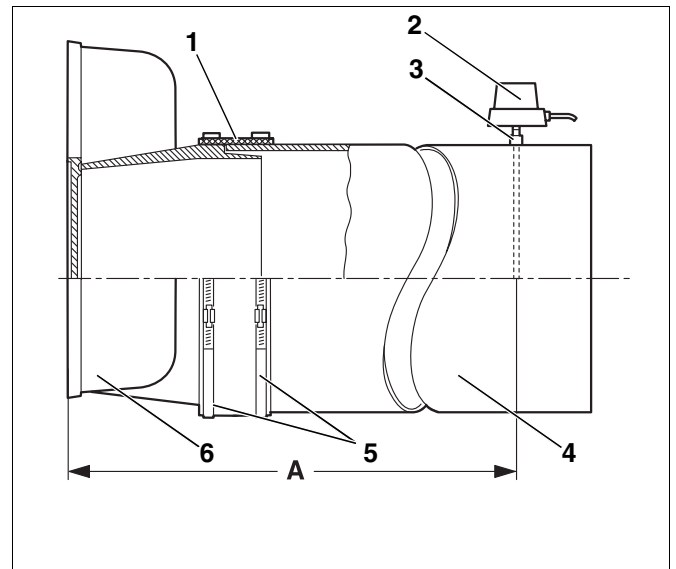

Abb. 59 Abgasrohr montieren
Wir empfehlen Ihnen, eine Abgasrohr-Abdichtmanschette (Abb. 59, **Pos. 1**) zu verwenden.
- Abgasrohr (Abb. 59, **Pos. 4**) bis zum Anschlag auf den Stutzen des Abgassammlers (Abb. 59, **Pos. 6**) stecken.
- Abgasrohr-Abdichtmanschette (Abb. 59, **Pos. 1**) oben überlappend um das Abgasrohr (Abb. 59, **Pos. 4**) und den Stutzen des Abgassammlers (Abb. 59, **Pos. 6**) legen.
- Schneckengewindeschellen (Abb. 59, **Pos. 5**) über die Abgasrohr-Abdichtmanschette (Abb. 59, **Pos. 1**) legen. Eine der Schneckengewindeschellen (Abb. 59, **Pos. 5**) auf den Stutzen des Abgassammlers (Abb. 59, **Pos. 6**) und eine auf das Abgasrohr (Abb. 59, **Pos. 4**) drücken.
- Schneckengewindeschellen (Abb. 59, **Pos. 5**) anziehen. Die Abgasrohr-Abdichtmanschette (Abb. 59, **Pos. 1**) muss glatt und eng anliegen.
- Bohrung (Abb. 59, **Pos. 3**), mit einem Durchmesser von 8 mm, in einem Abstand von $2 \times$ Abgasrohrdurchmesser (A) von dem Abgassammler (Abb. 59, **Pos. 6**) entfernt, in dem Abgasrohr (Abb. 59, **Pos. 4**) einbringen.
- Abgastemperaturfühler (Abb. 59, **Pos. 2**) entsprechend gesonderter Montageanweisung montieren.